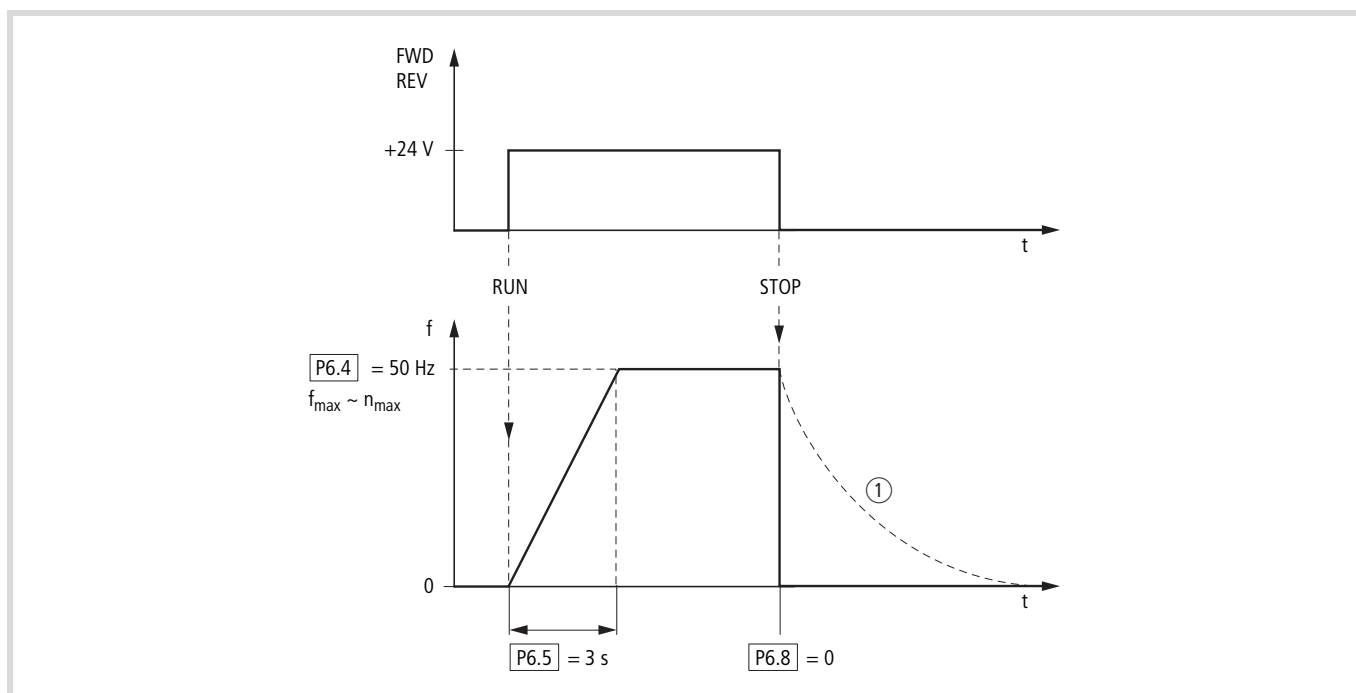

figura 10: Comanda pornire-oprire la valoare nominală maximă a tensiunii, rampă de accelerare 3 s
figura 10 la pagina 19 indică exemplar procesul, atunci când este activat semnalul de validare (FWD/REV) și atunci când există valoare nominală maximă a tensiunii (+10 V). Atunci când se rotește, motorul urmează frecvența de ieșire, în funcție de cuplul de sarcină și de inerție (alunecare), de la zero până la n_{max} .
Dacă semnalul de validare (FWD, REV) este deconectat în timpul operării, atunci inverterul este blocat imediat (STOP) și frecvența de ieșire este setată la zero. Motorul funcționează neghidat (vezi ① figura 10, pagina 19).